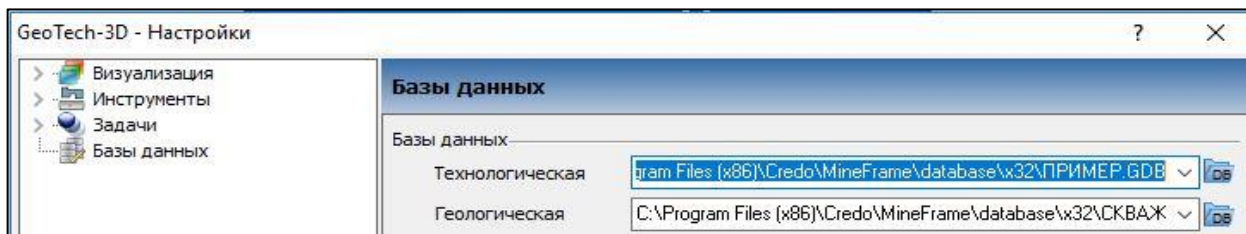

Рис. 7.1
2. Настройте работу системы на геологическую базу данных *СКВАЖИНЫ.GDB* (рис. 7.1). Для этого откройте окно **Сервис/Настройки**, в левой части окна выберите меню **Базы данных**. В правой – подключите геологическую базу данных.